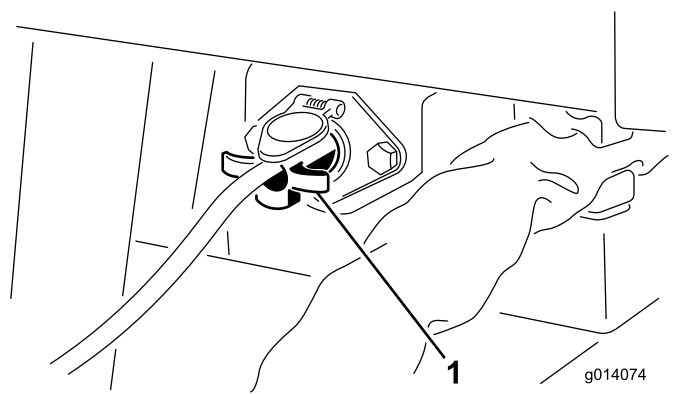

图 9
4. 在 SH 型号上把悬线式开关 4 个针脚插入到机器左前方的插座 (图 9)。